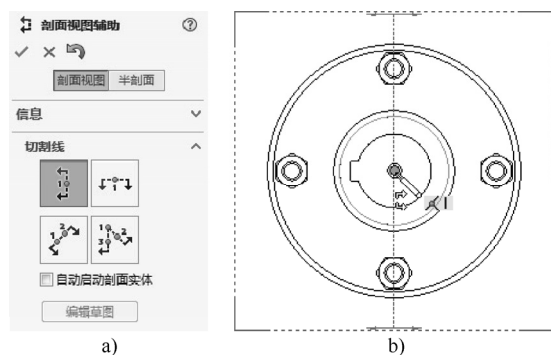

图 7-107 创建标准视图
STEP 2 单击“工程图”工具栏中的“剖面视图”按钮, 单击“竖直”按钮, 再在图纸中单击设置剖面线的位置, 如图 7-107 所示。